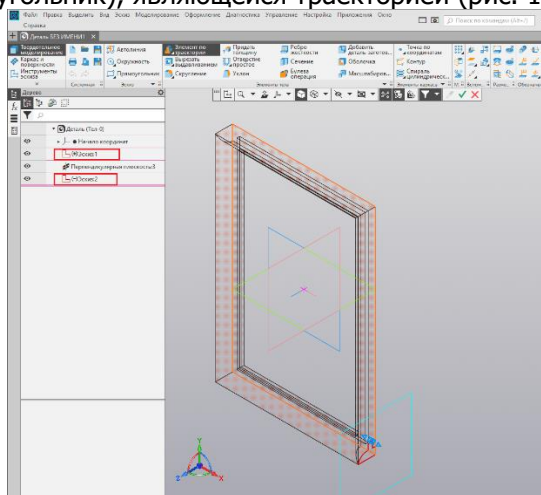

Рис. 10.
7. Выделяем **Эскиз 2** (сечение фото рамки) - образующая кинематической операции и затем выделить в дереве модели Эскиз 1 (прямоугольник), являющейся траекторией (рис. 10).